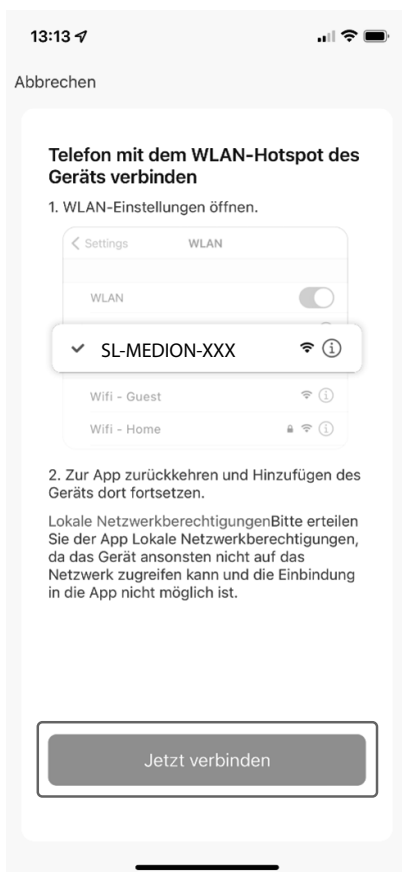

Abb. 6
- ▶ Verbinden Sie Ihr Smartphone oder Tablet mit dem WLAN-Hotspots des Saug-Wischroboters. (s. **Abb.6**).